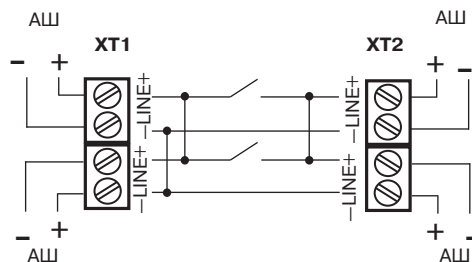

Рисунок 3 – Схема подключения блока
8.6 Подключите провода согласно схеме подключения (рисунок 3).